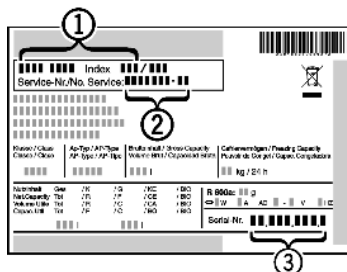

Fig. 17
- ▶ Наименование устройства Fig. 17 (1), сервисный № Fig. 17 (2) и серийный № Fig. 17 (3) считайте с заводской таблички. Заводская табличка находится внутри устройства слева.
- ▶ Обратитесь в сервисную службу и сообщите вид неисправности, наименование устройства Fig. 17 (1), сервисный № Fig. 17 (2) и серийный № Fig. 17 (3).